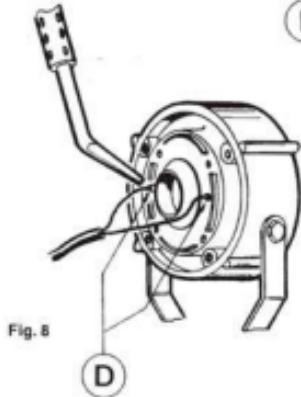

Fig. 8
c) Dissaldare i conduttori F collegati ai terminali D della membrana C usando un saldatore di bassa potenza a punta stretta (fig. 8).
c) Unsolder wires F connected to diaphragm terminals D using a narrow tipped low powered welder (fig. 8).
c) Dessouder les conducteurs F reliés aux bornes D de la membrane C en se servant d'une soudeuse de basse puissance à pointe étroite (fig. 8).